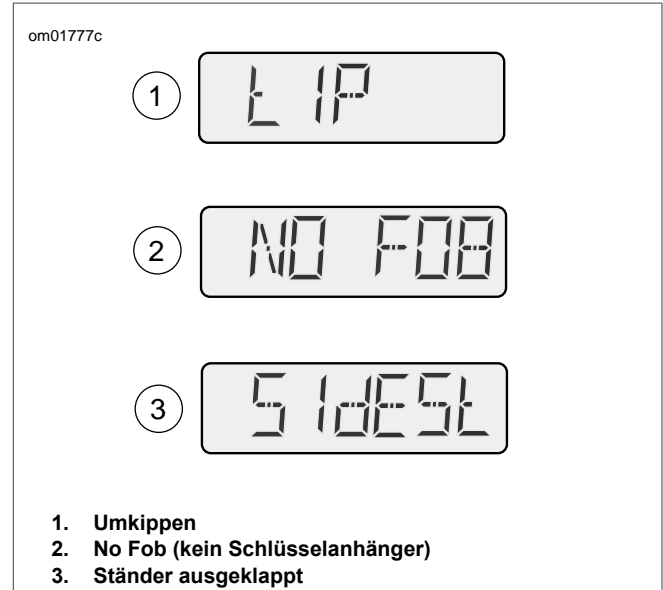

Abbildung 10. tIP, NO FOB und SidE StAnd
Siehe Abbildung 10. Sollte das Motorrad umkippen, wird in der Kilometerzähleranzeige „TIP“ (1) eingeblendet. Der Motor kann erst nach dem Zurücksetzen wieder gestartet werden.
Siehe Abbildung 10. Wenn das Motorrad mit einem Sicherheitssystem ausgerüstet ist und gefahren wird, ohne den Schlüssel-
Siehe Abbildung 10. Bei internationalen Modellen (HDI) wird die Meldung „SidEstAnd“ (3) eingeblendet, wenn bei ausgeklapptem Ständer ein Gang eingelegt wird. Siehe **BEDIENUNGSELEMENTE UND KONTROLLLEUCHTEN**, Ständer Sperre: Internationale Modelle.